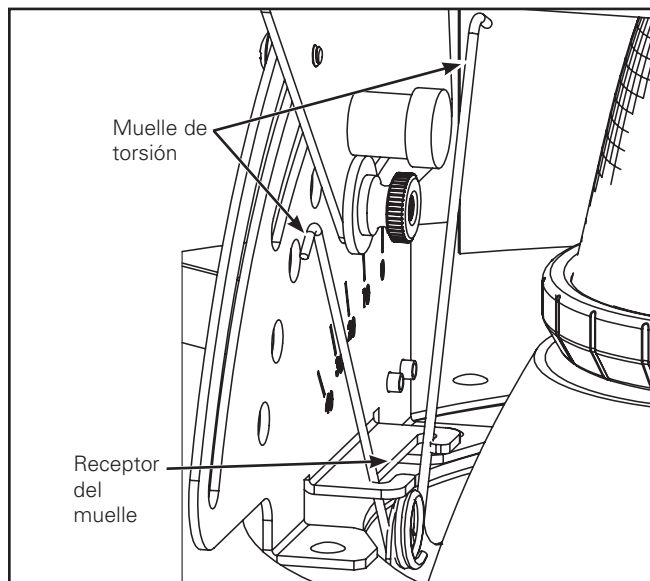

Figura 12.
2. Instale la unidad de la moldura insertando los muelles de torsión en los receptores para muelles dentro del alojamiento (Figura 12).